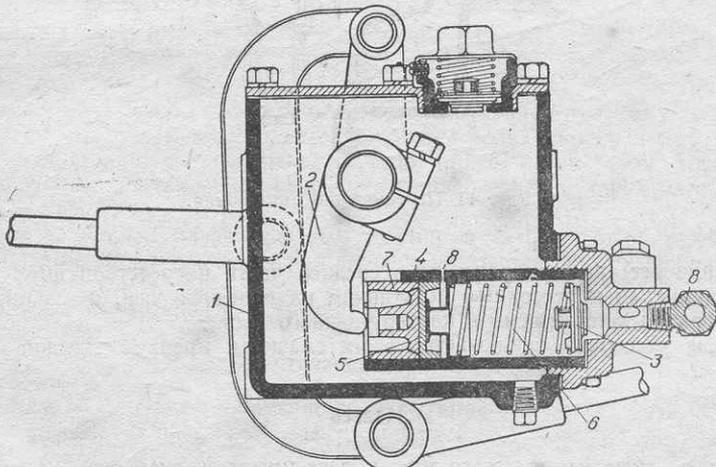

Рис. 45. Главный тормозной цилиндр.
- 1) главного тормoзного цилиндра, заключенного в чугунный резервуар, служащий для запаса жидкости (рис. 45).